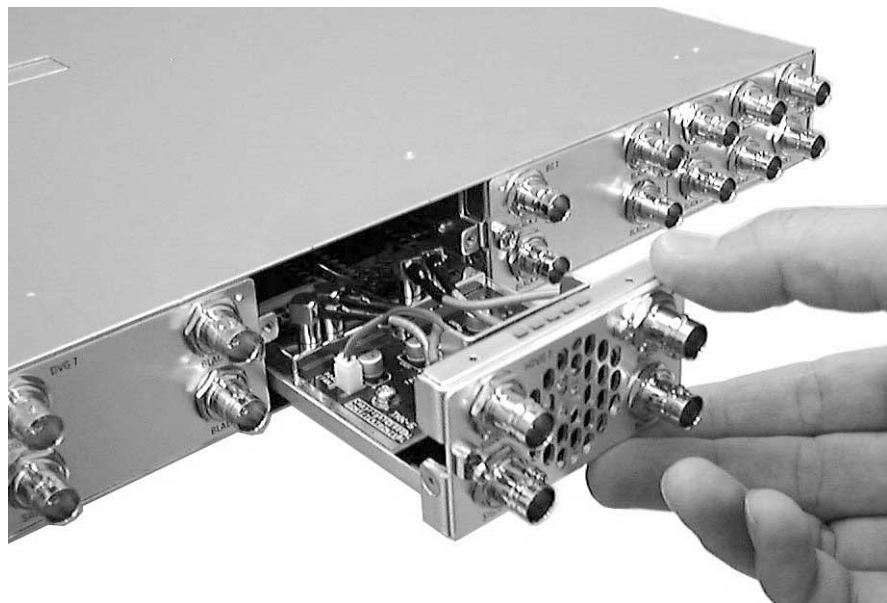

図 3 : モジュールのインストール
4. モジュールの向きに注意して、モジュールをスロットに挿入します。図 3 を参照してください。